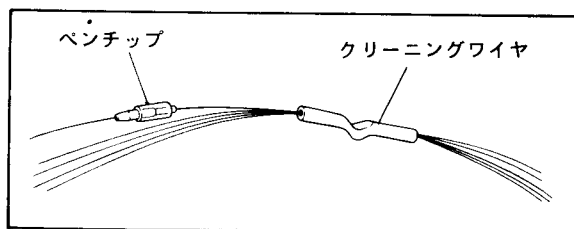

図 12-1 ペンチップの掃除
- (1) 扉を開き、SUPPLYスイッチをOFFにし、記録紙収納部を引き出しておきます。
- (2) ペンの金属パイプ部分をピンセットで押え、ペンチップを指ではずします。この時、ペン圧力が変わるような力を加えないようにします。
- (3) 温湯にペンチップを浸しながら、付属のクリーニングワイヤをペンチップの元側から通して掃除します。この時ペンチップの先端を、クリーニングワイヤでしごいて傷つけないでください。記録紙が引っ掛かったり、インクのかすれや、ペン先がつまりやすくなります(図12-1)。
- (4) 取付けは(2)項と同様に行ないます。ペンチップとパイプの取付面は、気泡が入りづらい構造に考慮してあります。密着するように取付けます。
- (5) 記録紙収納部をもとに戻し、ペンチップの先端と記録紙が垂直に接している事を確認します。